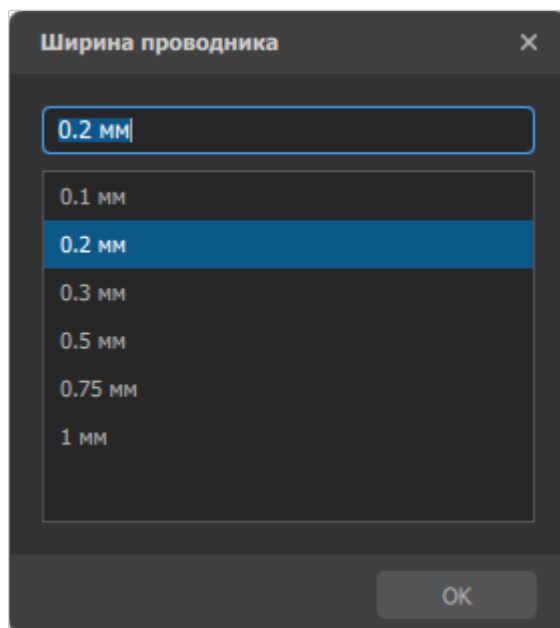

Рисунок 187. Выбор ширины сегмента
- Изменение ширины сегментов — сочетание клавиш **Shift** + **W**. Вызывает диалоговое окно «Ширина проводника» (см. рисунок 187), где можно выбрать одно из предустановленных значений или задать произвольное значение в миллиметрах.